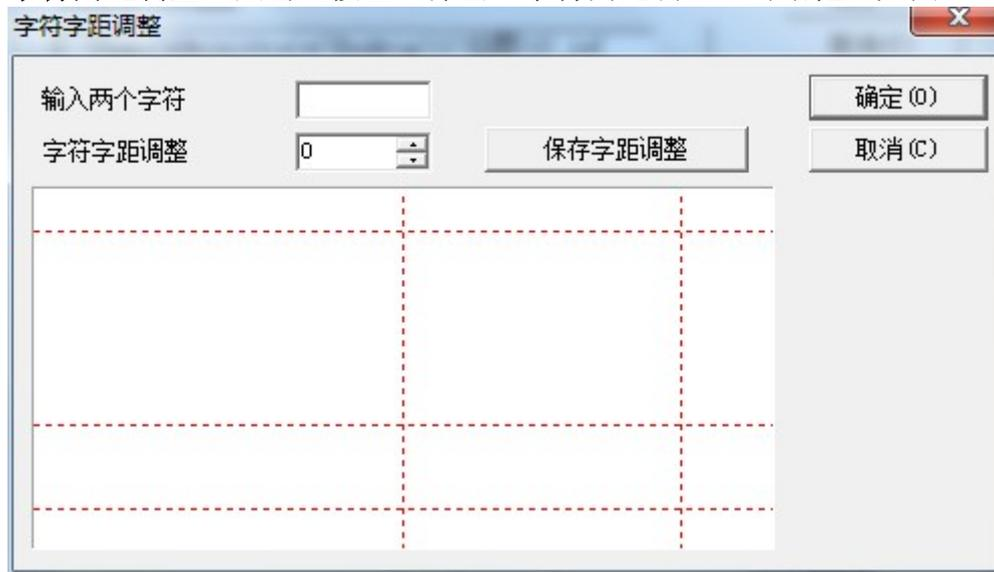

图 5-22 字符间距调整对话框
**字符间距调整：**点击此按钮，弹出“字符间距调整”对话框，如图 5-22。